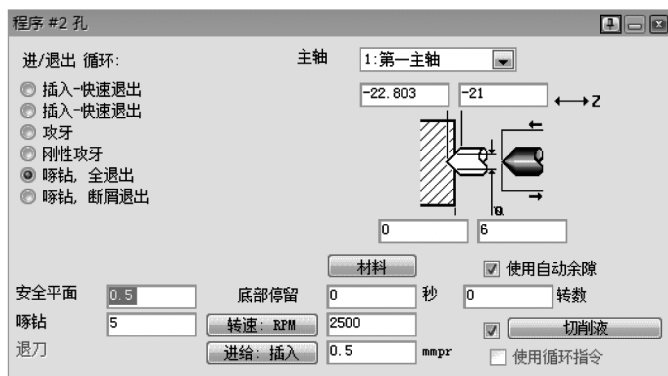
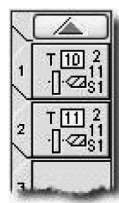

图 7-4 钻孔程序 2
图 7-5 创建的钻孔程序
3) 用#11 刀具为程序#2 创建如图 7-4 所示的车削钻孔程序。刀具的完整直径将钻到 21mm 深度，如图 7-5 所示。